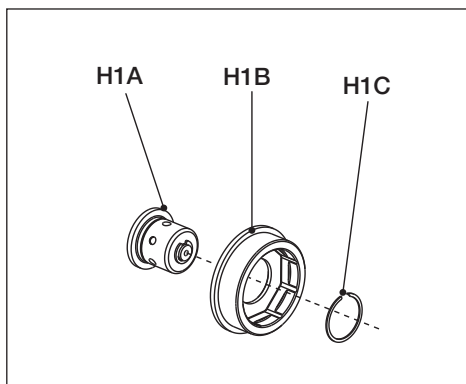

図27
5.3.10ドライブシャフト解放ボタンの分解と再組み立て (図27)